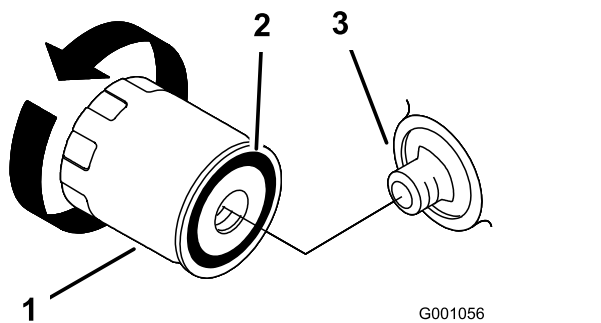

图22
2. 拆下旧滤清器并擦拭滤清器安装座垫片表面图22。
3. 在替换滤清器的橡胶垫片上抹上一层薄薄的新鲜机油图22。
4. 将替换机油滤清器安装到滤清器安装座上顺时针旋转机油滤清器直至橡胶垫片接触到滤清器安装座然后将滤清器拧 2/3 至 1 圈图22。